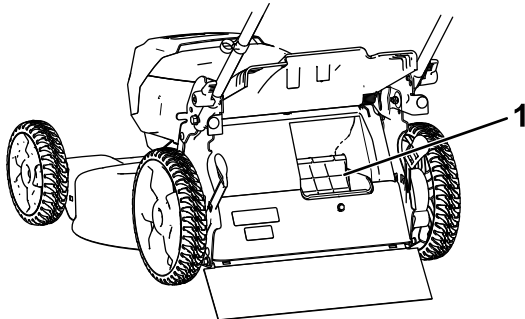

Bild 13
**Wichtig:** Für einen einwandfreien Betrieb sollten Sie Schnittgut und Rückstände von der Klappe des zuschaltbaren Fangkorbs und den umgebenden Öffnungen entfernen (Bild 13), bevor Sie die Stellung des Hebels für den zuschaltbaren Fangkorb ändern.